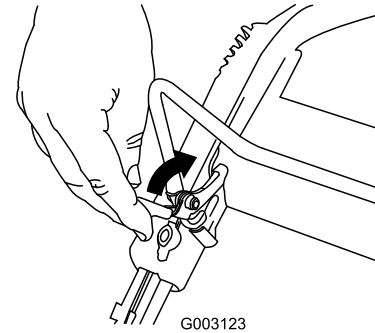

Bild 29
1. Ziehen Sie die Arretierung des Schaltbügels zurück (Bild 29).